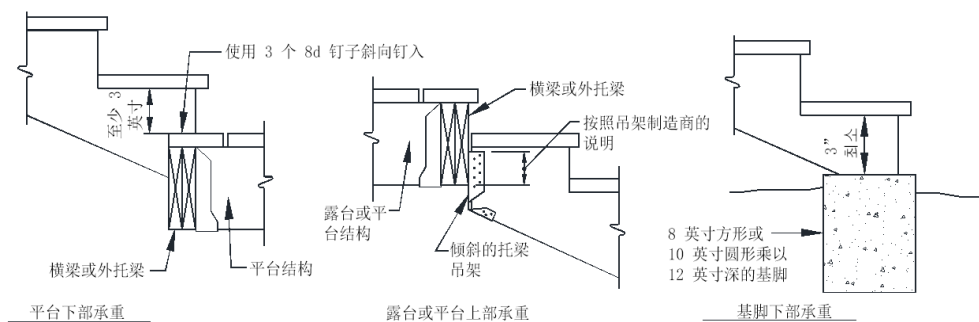

图 40: 纵梁承重
- 如图 40 所示，纵梁应由基脚承托并固定到露台或平台上。